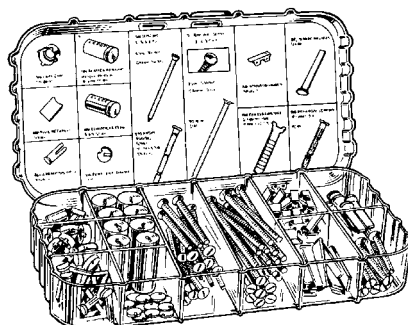

Рис. 5.16. Набор деталей для ремонта замков (С разрешения компании Ilco Unican Corp.)
- ☐ Детали замков (в ассортименте) (рис. 5.16)